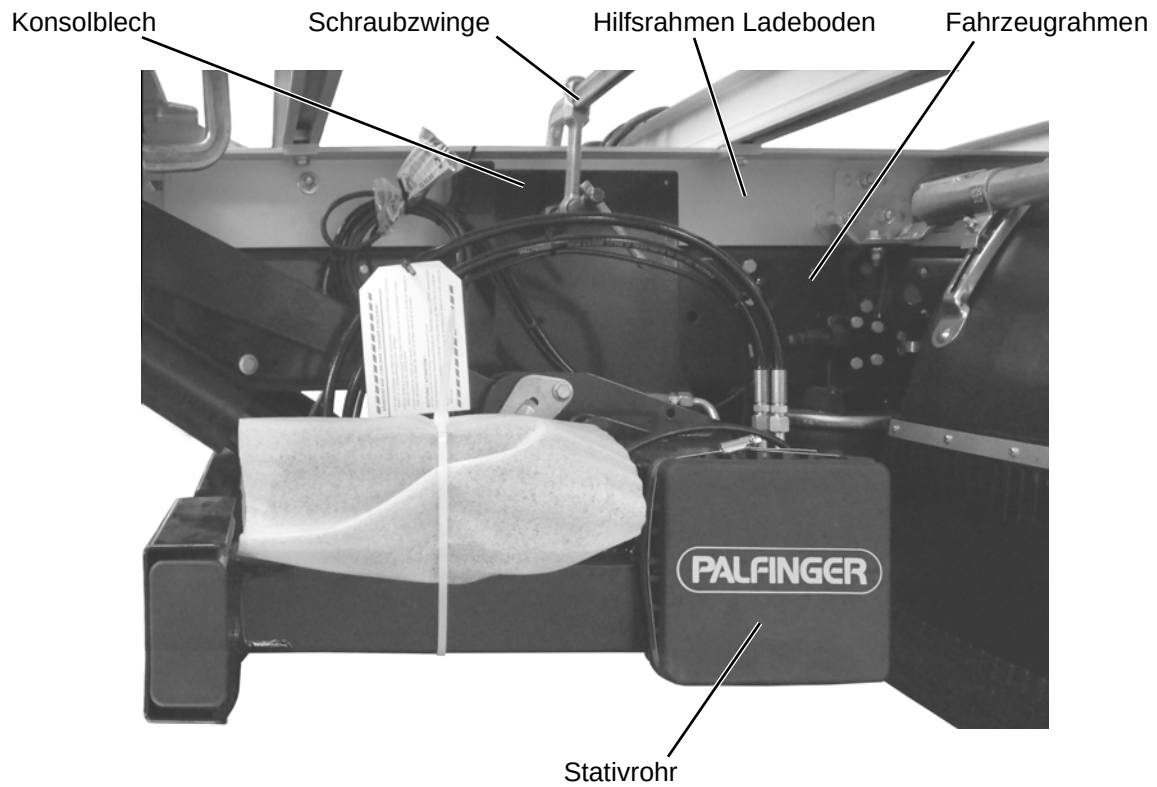

Abbildung 20: Stativrohr positionieren
- Sichern Sie das Stativrohr / die Stativkästen in dieser Position mit Schraubzwingen am Fahrzeugrahmen (siehe Abbildung 20, Seite 40).